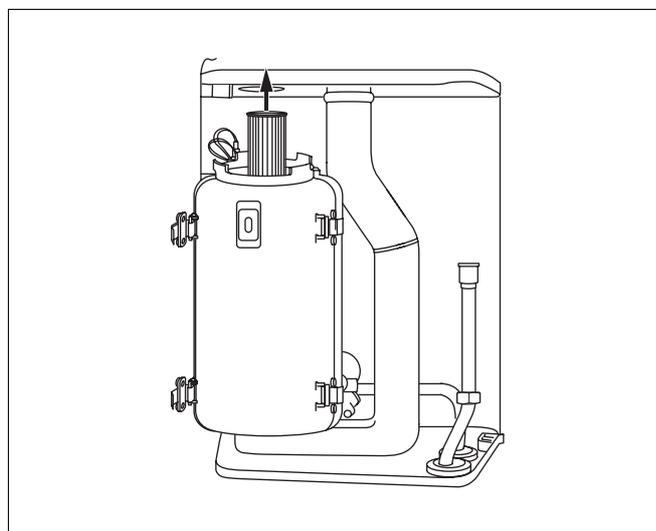

Fig. 37 Estrarre il bruciatore
- Estrarre dall'alto il bruciatore facendolo passare attraverso l'apertura (fig. 37).
- Estrarre il bruciatore dall'alto facendolo passare attraverso l'apertura (fig. 37).